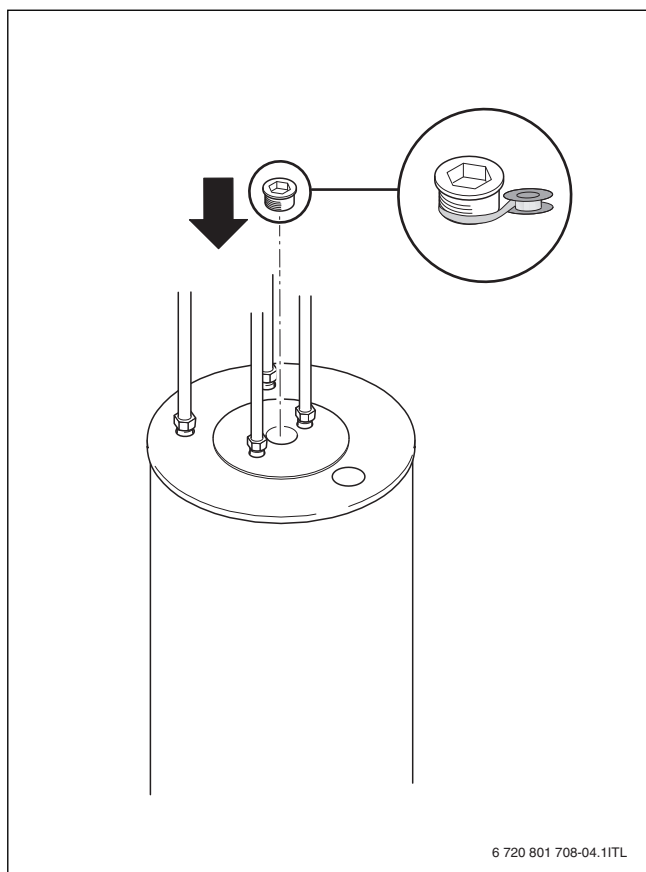

Fig. 16
- ▶ Заверните пробку контрольного отверстия с новым уплотнением (→ рис. 16, стр. 63).